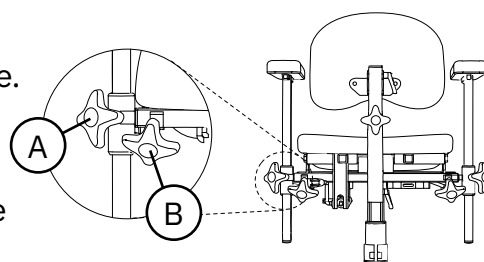

Figure 5.50. Accoudoirs PLUS
Les accoudoirs PLUS sont réglables en hauteur (A) et en largeur (B), voir figure 5.50.